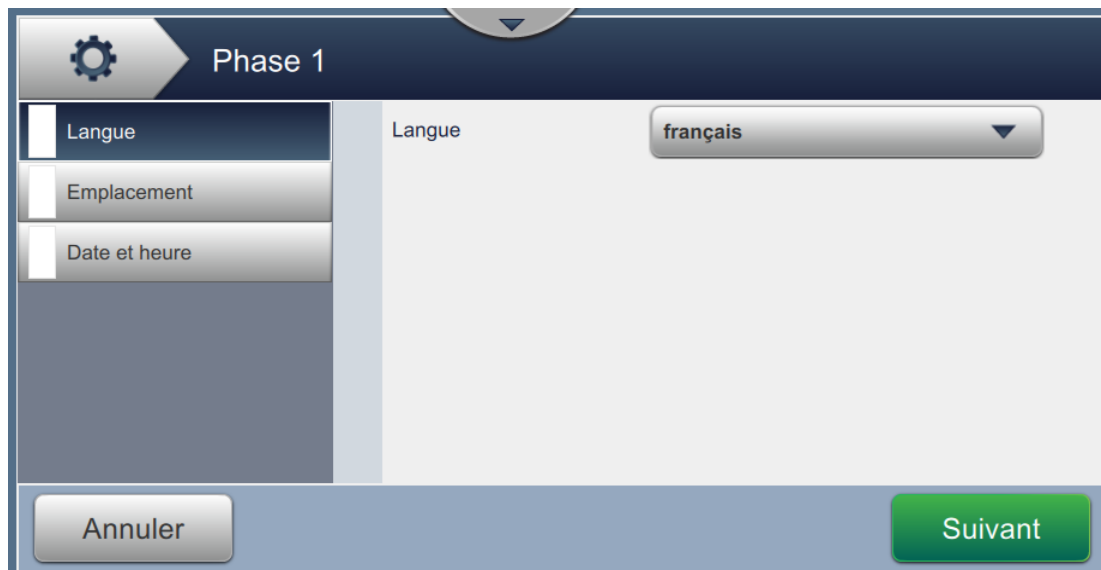

Figure 6-25 : Écran d'installation
1. Appuyez sur le bouton  dans l'écran Outils. L'écran Installation s'ouvre, tel qu'illustré dans la Figure 6-25.